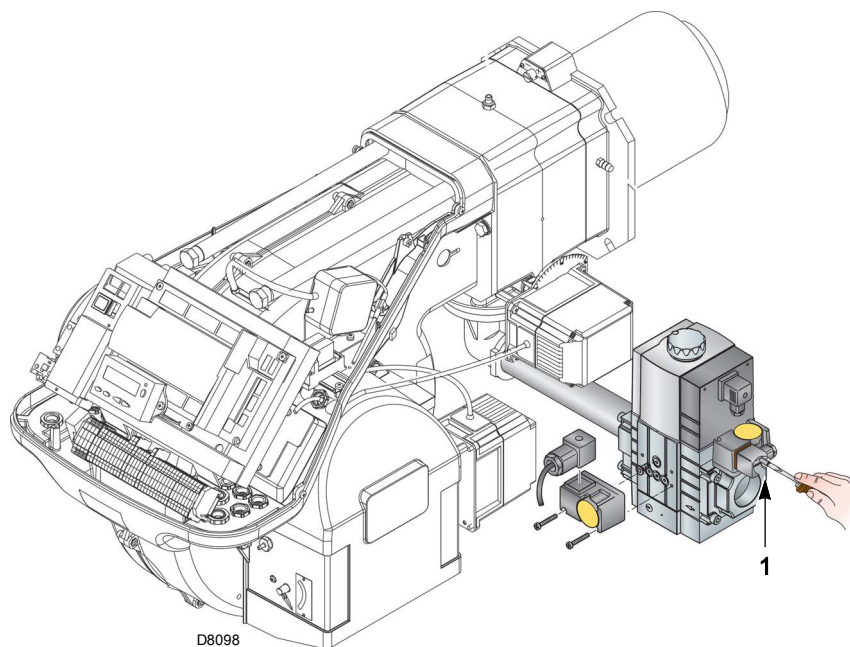

图 26
- ▶ 连接一个压力计到最小燃气压力开关的压力测试点 1)（图 26），检查燃气供应压力：必须低于燃气阀组所能允许的最大压力，见燃气阀组标牌。
- ▶ 将燃气阀组管路中的空气排净，连接一个塑料管到最小燃气压力开关的压力测试点 1)（图 26）。将该塑料管伸到建筑物外，可以闻到燃气的味道。